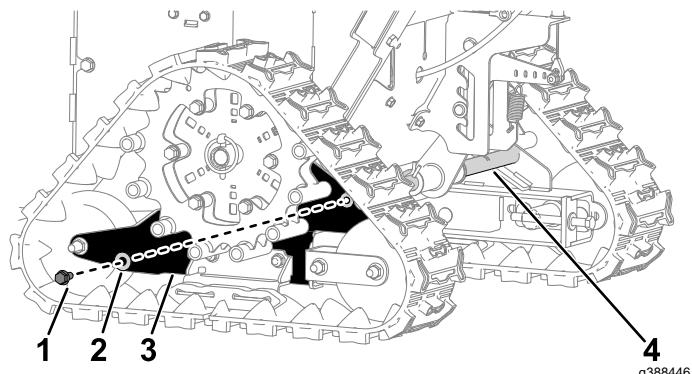

Figura 1
2. Desde el lado izquierdo de la máquina, retire y deseche el tornillo ($5/16"$ x $3/4"$) y la arandela plana ($3/8"$ x $7/8"$) que fijan la sujeción de la oruga a la barra de pivot (Figura 1). Repita lo mismo en el lado derecho.